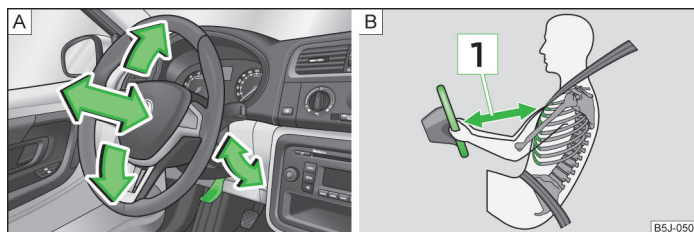

Fig. 89 Volan reglabil: Maneta de sub volan / distanța sigură față de volan
- Reglați volanul în așa fel, încât distanța dintre volan și torace să fie de cel puțin 25 cm 1 » fig. 89 la pagina 96. Dacă nu se respectă această distanță, sistemul airbag nu își poate exercita eficiența maximă – Pericol!
- Rabatați în jos maneta de sub volan » fig. 89 - A.